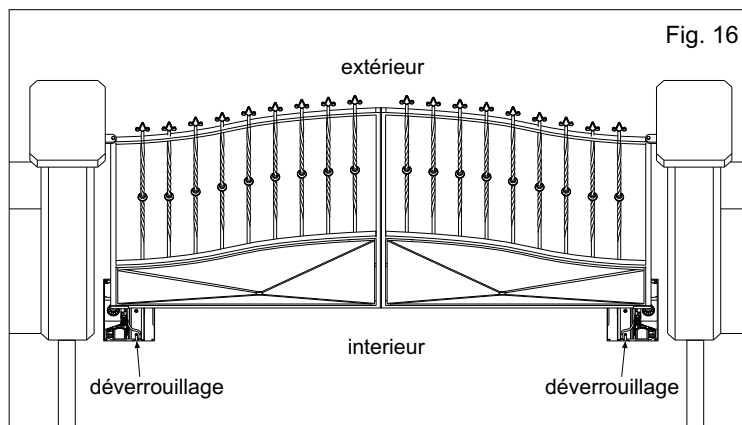

Fig. 16
4.2. Il est très important d'individualiser l'opérateur droit et l'opérateur gauche, dans tous les cas le système de déverrouillage doit toujours être positionné à l'intérieur de l'habitation. Voir Fig. 16.